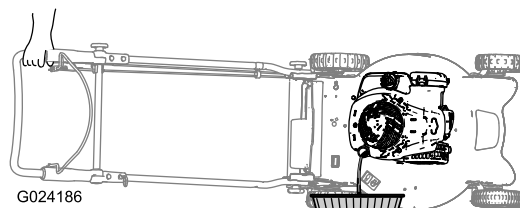

Figure 16
3. Inclinez la machine sur le côté (jauge en bas) pour vidanger l'huile usagée par le goulot de remplissage (Figure 16).